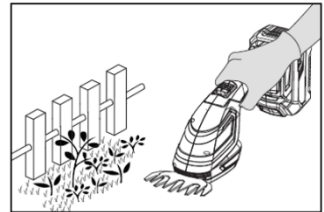

Рисунок 6
- 1) Міцно тримайте інструмент однією рукою за рукоятку так, щоб нижня частина інструмента лежала на землі. Обережно рухайте інструмент вперед. (Рис.6)